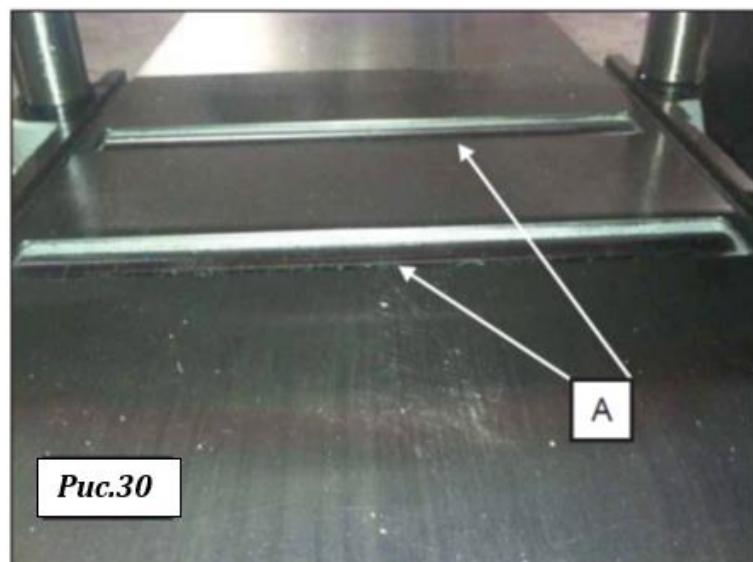

Рис.30
Рейсмусовый станок снабжён двумя роликами (A) стола, рис. 30, которые обеспечивают подачу заготовки, при этом уменьшая трение. Так как каждый сорт древесины ведёт себя по-разному, точные размеры надлежащей настройки по высоте отсутствуют. В общем случае, при строгании шероховатой заготовки следует устанавливать ролики следует высоко, на 0,08 мм...0,13 мм выше поверхности стола. При строгании отдельанной заготовки ролики стола следует устанавливать низко, т.е. на 0,03 мм над поверхностью стола или уровня поверхности стола. Ролики стола на рейсмусовом станке настроены для среднего режима строгания и параллельно поверхности стола.